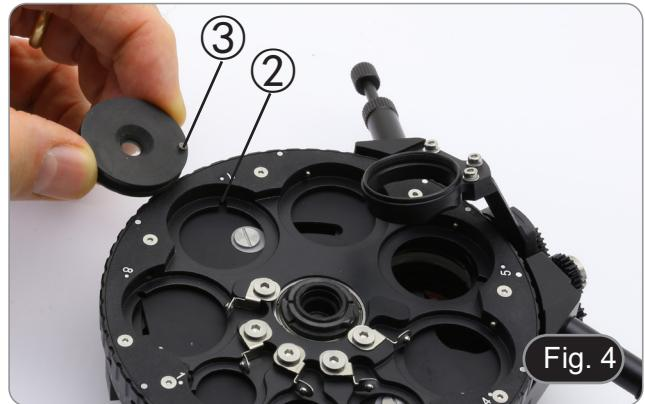

Fig. 4
- Alinhe o pé na parte inferior do prisma DIC ③(Fig. 4) com o entalhe no condensador ②.